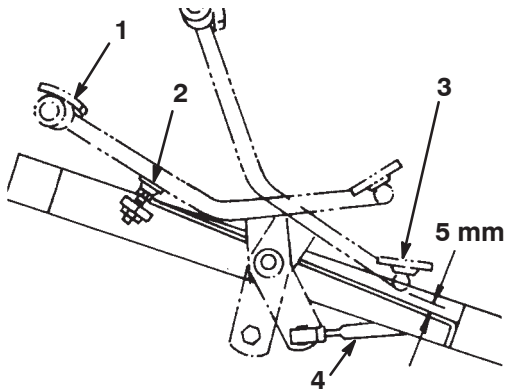

Bild 48
1. Drücken Sie das Fahrpedal ganz nach vorne durch, bis die Ventilspule im 5. Abschnitt vollständig herausgezogen ist. Dabei muss das Pedal den Pedalanschlag berühren (Bild 48).
2. Prüfen Sie die Entfernung zwischen der Unterseite des Pedals und dem Fußbrett, siehe Bild 48. Der Abstand sollte ungefähr 5 mm betragen. Sie müssen die Fahr-schaltstange einstellen, wenn der Abstand mehr oder weniger als 5 mm beträgt. Gehen Sie folgendermaßen vor:
- A. Entfernen Sie die Klemmmutter und das Kugelenk, mit denen die Schaltstange (Bild 48) an der Fahrwellen-Schwenkplatte befestigt ist.